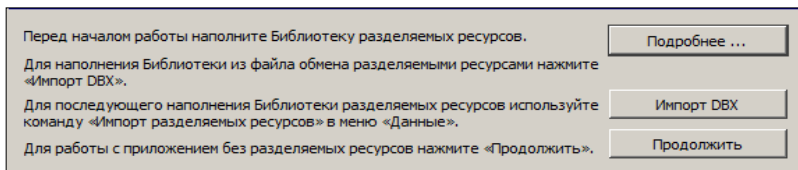

Рис. 2.1
При первом после инсталляции запуске система предлагает выполнить импорт РР: появляется диалог с информацией о необходимости наполнения библиотеки РР и о путях выполнения этой задачи (рис. 2.1).
- Нажмите кнопку **Импорт DBX** (рис. 2.1).
- При нажатии на кнопку **Продолжить** (рис. 2.1) импорт разделяемых ресурсов в данном диалоге не выполняется.